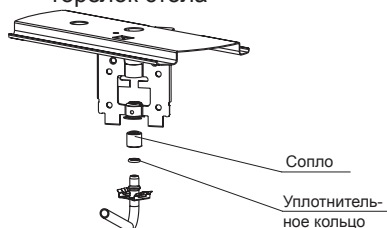

рис. 16
22.1. Проведение замены сопла при ремонте, а также при переводе на другой тип газа (рис.16, 17, 18)
6. Снять установленные сопла, для этого отверткой необходимо отсоединить металлическую защелку от отбортовки гнезда держателей сопла и вывести газоподводящую трубку вместе с соплом из гнезда, затем снять сопло с трубки газа (рис. 16). Резиновые уплотнительные кольца рекомендуется оставить на трубках.